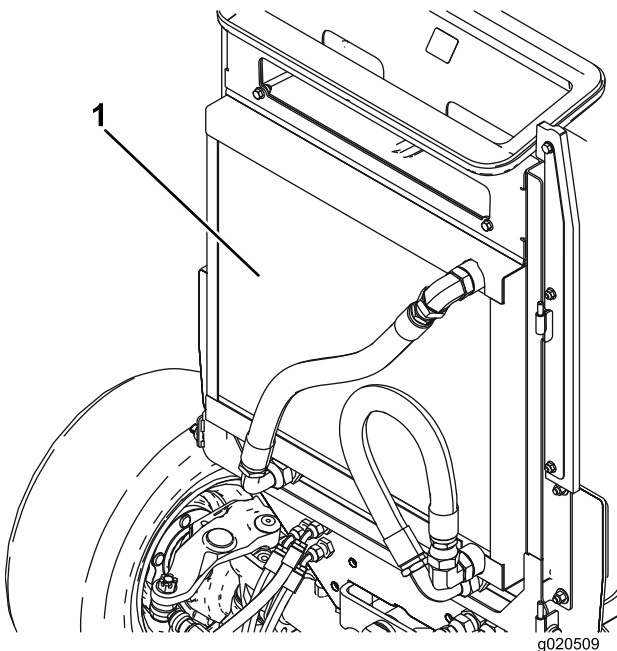

Рисунок 74
5. Тщательно очистите сжатым воздухом обе стороны радиатора и маслоохладителя (Рисунок 74).